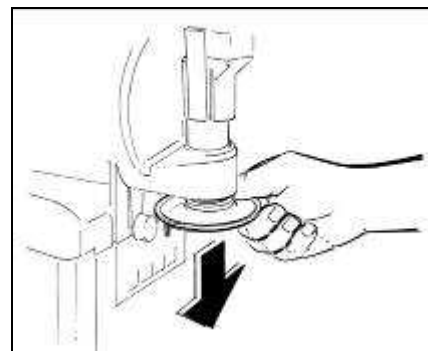

Abb. 15
- Nehmen Sie die sternförmige Garniertülle ab (Abb. 15).